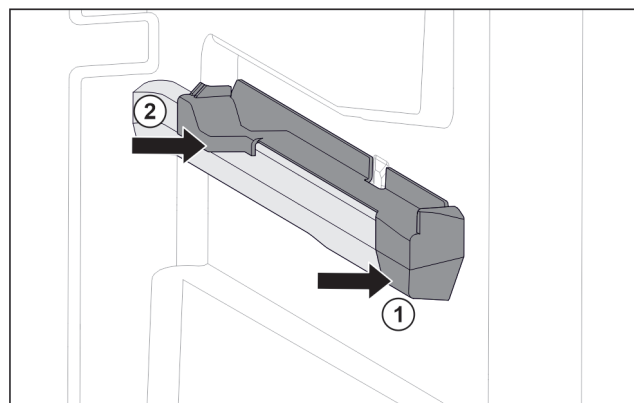

Fig. 102 Aufsteckteil auf der rechten Behälterrippe
- Aufsteckteil vorne an Behälterrippe ansetzen. Fig. 102 (1)
- Aufsteckteil hinten andrücken. Fig. 102 (2)